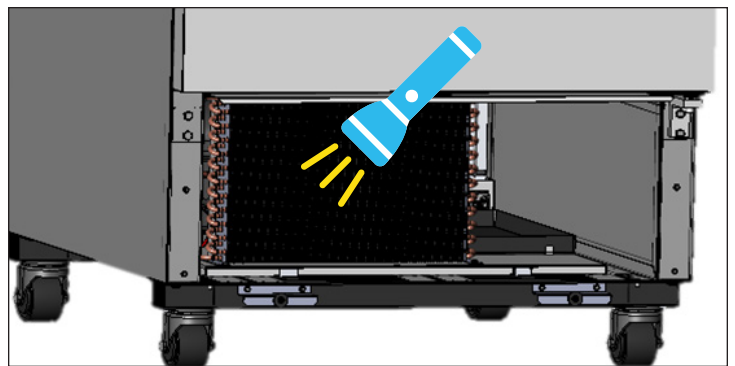

Fig. 4. Compruebe que se hayan eliminado todas las obstrucciones.
4. Luego de eliminar la suciedad de la superficie del serpentín, use una linterna para verificar que puede ver a través del serpentín y observar cómo gira el aspa del ventilador del condensador. Véase la fig. 4.